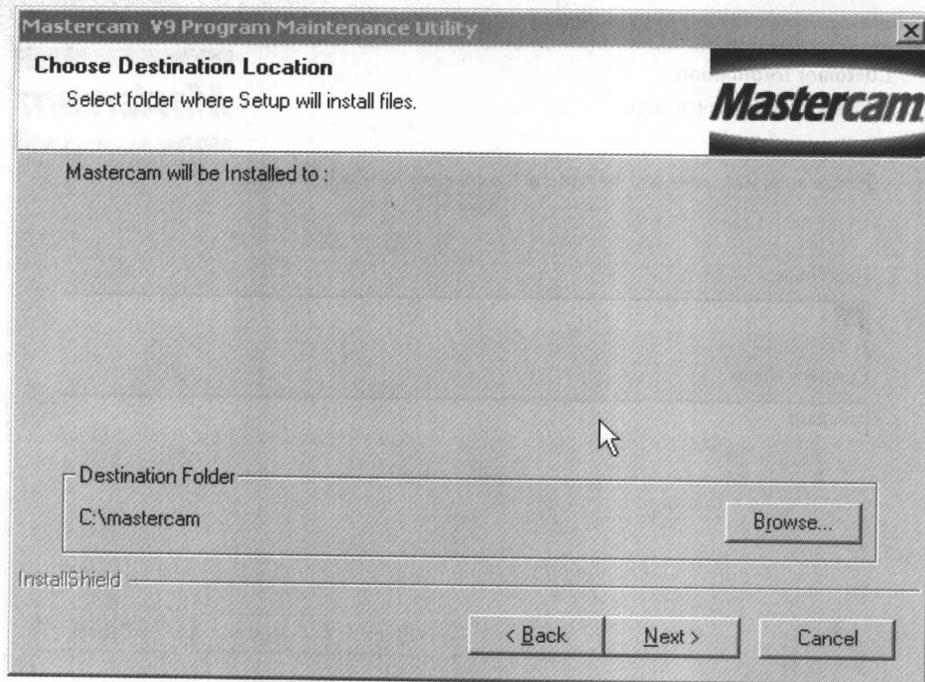

图 1-6 目录设置
6. 系统要求选取安装目录，可单击该对话框中的【Browse】按钮，设定正确的安装目录，如图 1-6 所示。然后单击对话框中的【Next】按钮，继续安装。